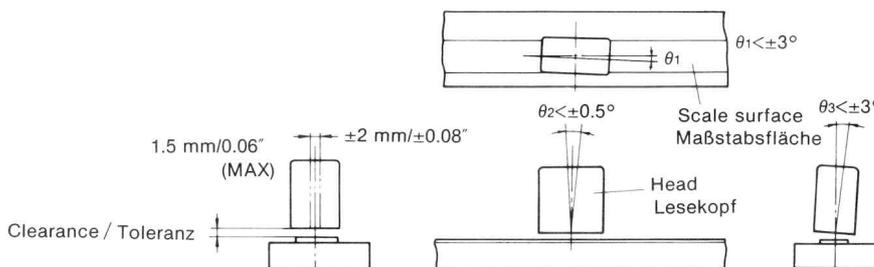

Fig. 2 Abb. 2
- Der Kopf muß wie in Abb. 2 gezeigt auf die Skala ausgerichtet sein.